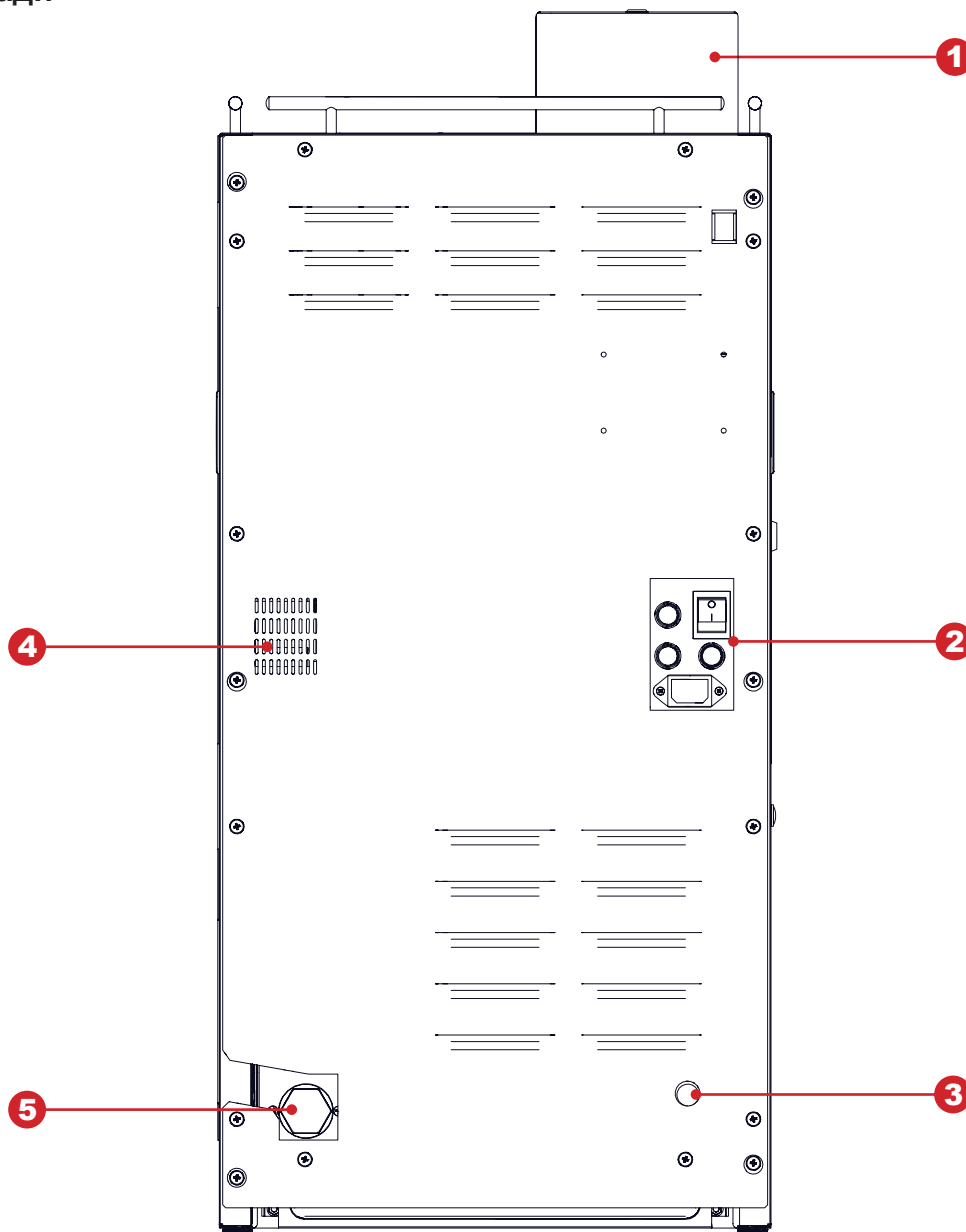

Рисунок 5.4
Автоматы могут быть подключены к линии водопроводной питьевой воды, с учётом требования законодательства в стране установки автомата. Входной разъем для подключения к линии расположен на задней стенке корпуса автомата (см.рис.5.4) и выполнен в виде резьбового соединения диаметром $\varnothing \frac{3}{4}$ ". Подключение осуществляется с помощью трубы, способной выдержать давление водопроводной линии и подходящей для использования с пищевыми продуктами (мин. внутр. диаметр 6 мм).
2. Установите переключатель на блоке коммутации автомата в положение "О" / "ВЫКЛ" (см. рис.5.4 поз.2);
10. Установите переключатель на блоке коммутации автомата в положение "I" / "ВКЛ" (см. рис.5.4 поз.2).
10. Установите переключатель на блоке коммутации автомата в положение “I” / “ВКЛ” (см. рис.5.4 поз.2).
Для обеспечения водоснабжения автомата предназначена силиконовая водозаборная трубка из комплекта поставки (см.рис.4.2 поз.5), которая подключается одним концом ко входу воды (см.рис. 5.4 поз.3), другой конец трубки с наконечником помещается в ёмкость с водой.